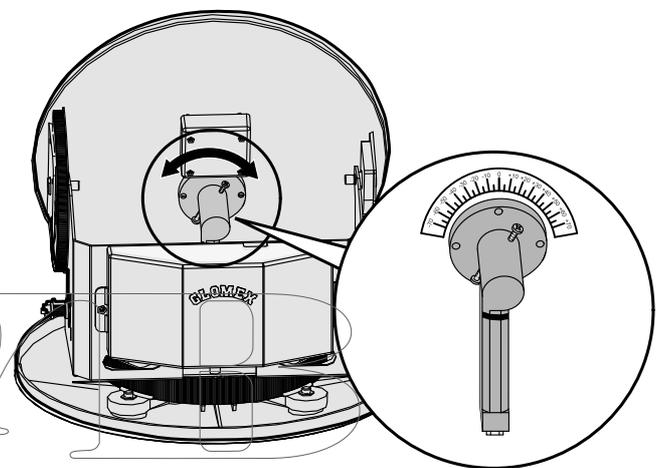

Fig. 19
- Die 2 Schrauben, die den LNB an der Scheibe befestigen (siehe Fig. 19), lockern. Bewegen Sie die Scheibe von Hand und nehmen Sie den Parameter der Signalqualität des benutzten Digitalempfängers als Bezug für eine korrekte Kalibrierung (bitte nehmen Sie Bezug auf das Handbuch des Empfängers selbst). Die Kalibrierung braucht nicht geändert zu werden, wenn das Boot im selben Bereich bleibt und denselben Satelliten empfängt.